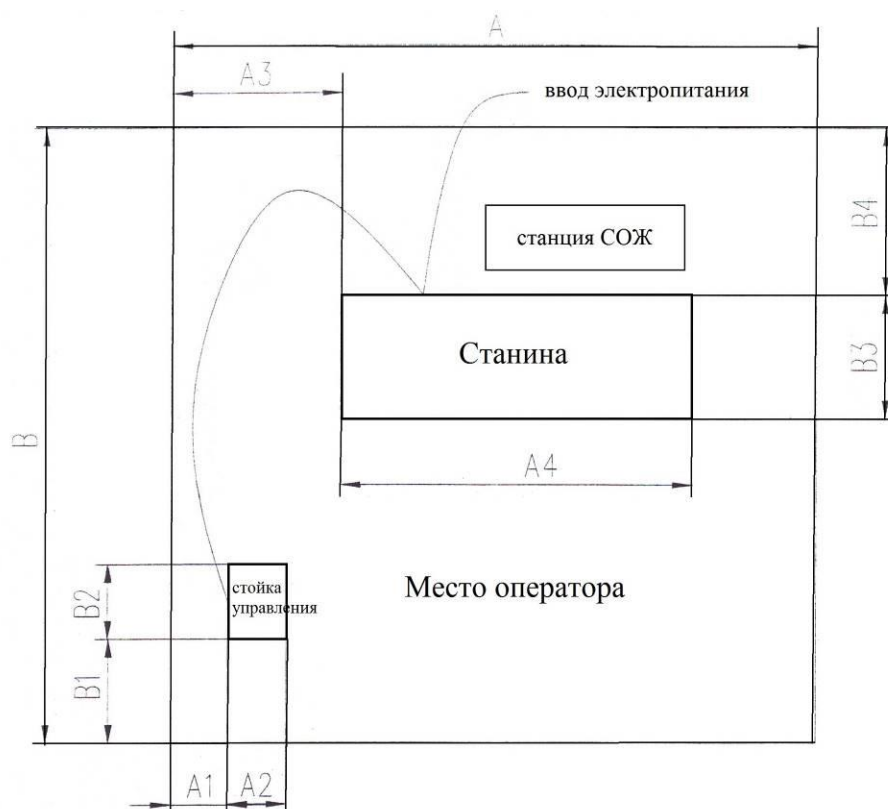

Рис. 5. Схема размещения станка DK 77
6.2. Схема установки станка (см. рис. 5)